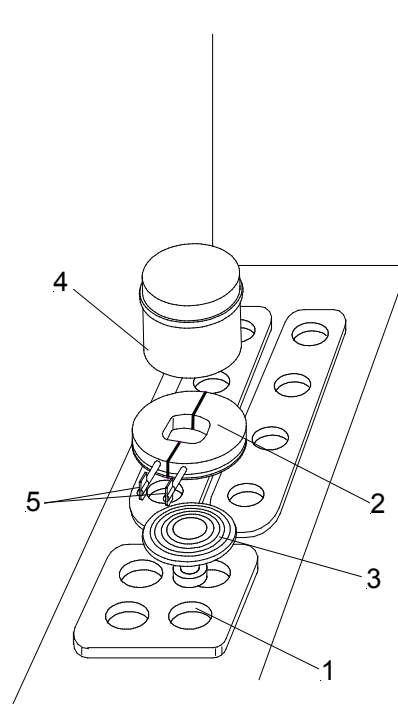

fig. 20a
Bloque de evacuación del calor fig. 20a:
- Colocar seguidamente un crio-molde (fig. 20a.2) sobre el portaobjetos (30 ó 40 mm).